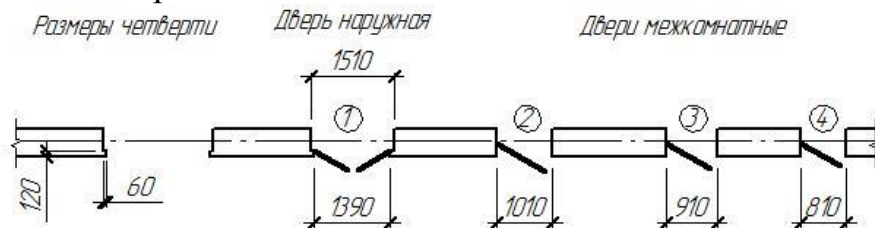

Рисунок 5 – Изображение дверей на плане этажа
1.4 Вычерчиваем дверные проемы, учитывая следующие моменты: наружная дверь должна открываться только по направлению выхода из здания; направление открывания внутриквартирных (межкомнатных) дверей выбирается исходя из удобства эксплуатации помещений; двери, ведущие из квартир на лестницу, должны открываться вовнутрь квартиры. Проем для наружной двери выполняем с четвертью. Дверное полотно на плане изображаем толстой сплошной линией под углом 30° . Марку заполнения проемов дверей указываем цифрой, помещенной в кружочке диаметром 5 мм. Пример приведен на рис. 5